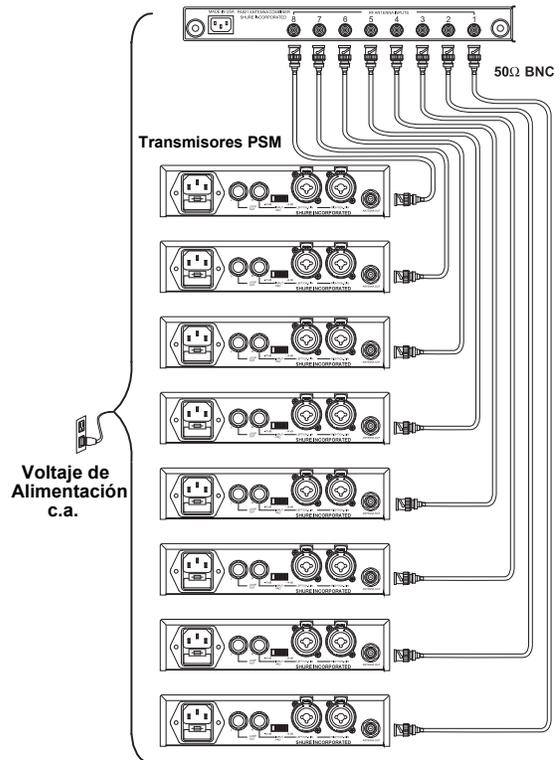

FIGURA 2
1. Usando los cables BNC-BNC provistos, conecte la salida de antena (**ANTENNA OUTPUT**) de cada transmisor a las entradas de antena (**ANTENNA INPUTS**) del PA821SWB, (Figura 2).